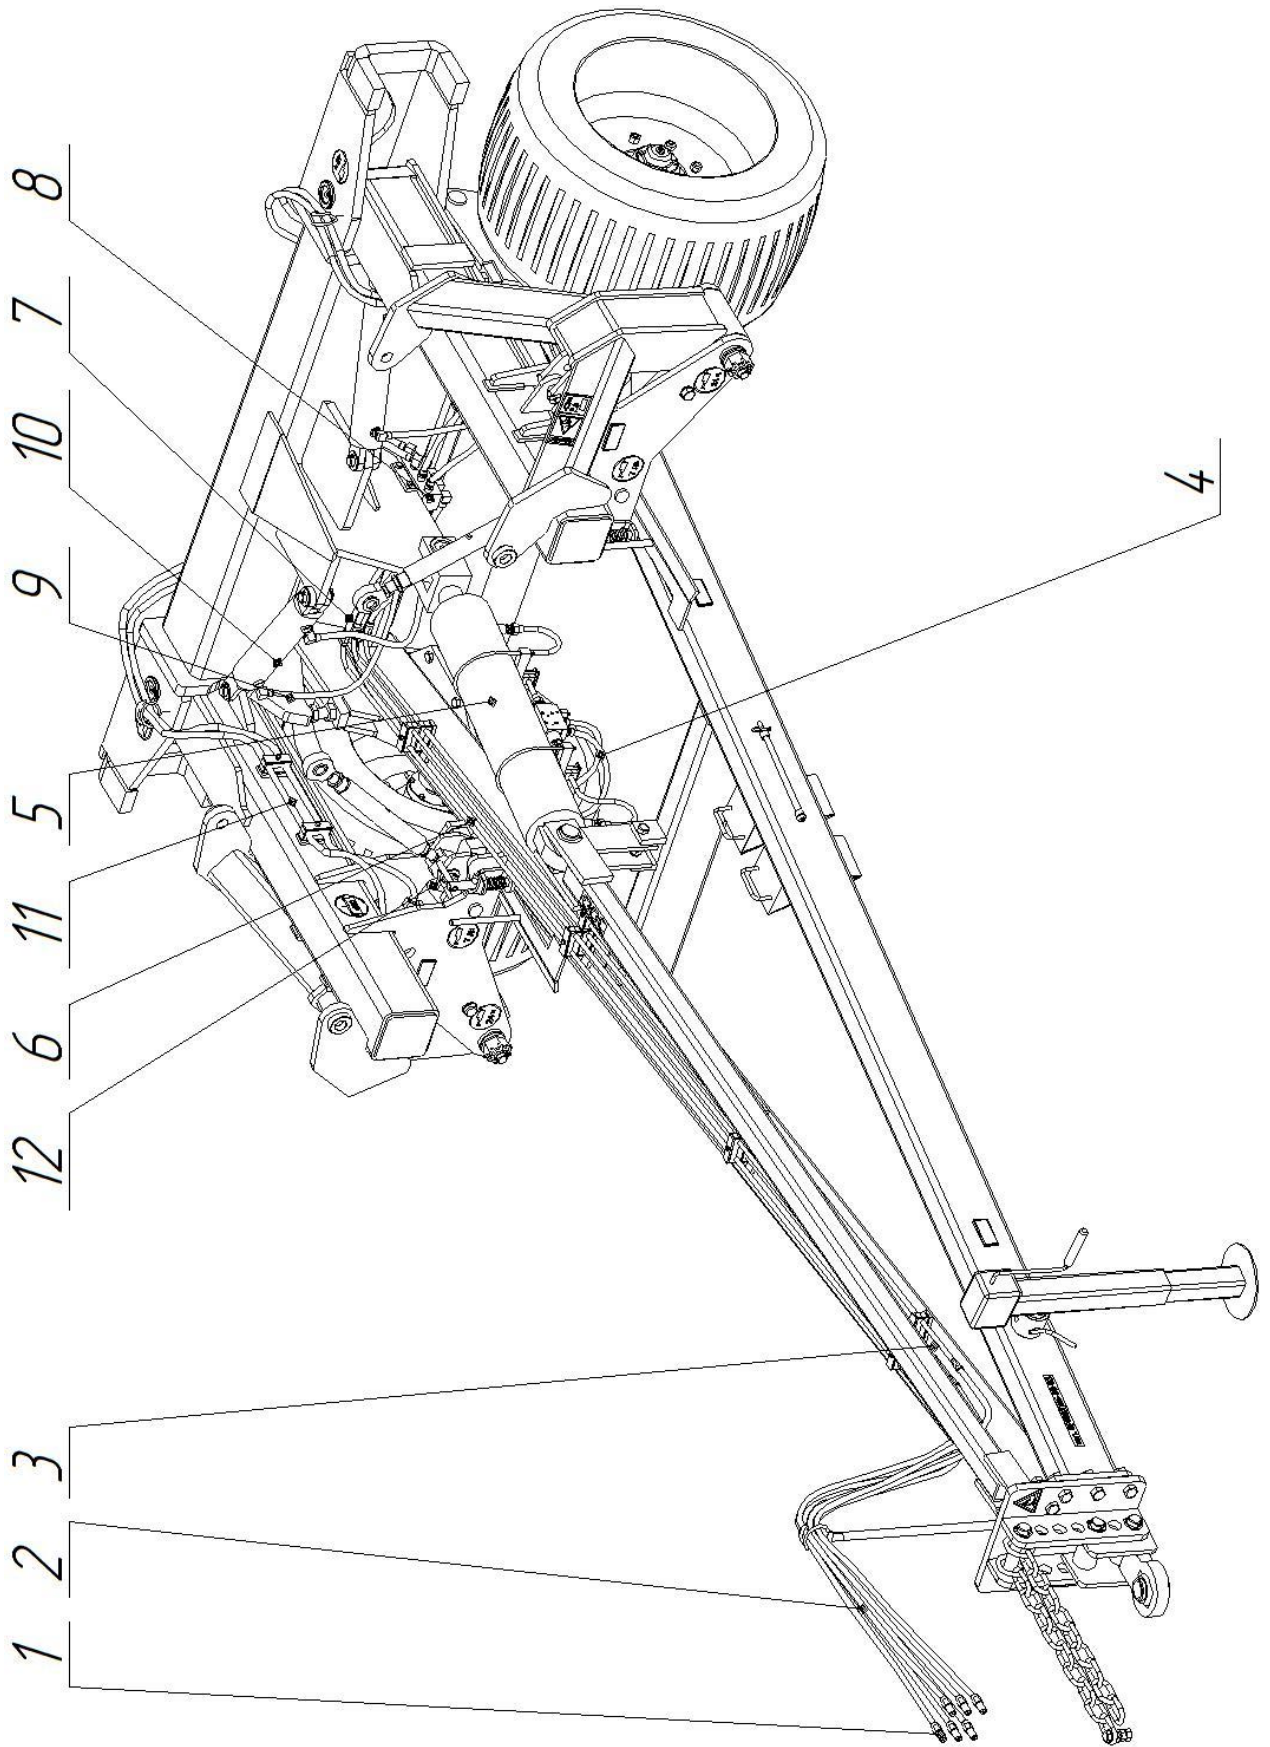

Рисунок 5 – Гидрооборудование
2.4 Устройство и работа гидросистемы (рисунок 5).
3.3.2 С помощью разрывных муфт 1 (рисунок 5) соединить гидросистему трактора с гидросистемой СНК. Прокачать гидросистему.